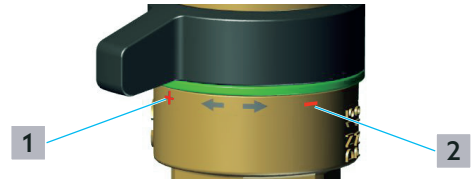

Fig. 4: Position ouverte / fermée de la poignée
- 7 Insérer le robinet de rechange par l'avant dans la tôle de maintien. Aligner le robinet de manière à ce que le marquage de la position de la poignée (voir Fig. 4) soit bien lisible.